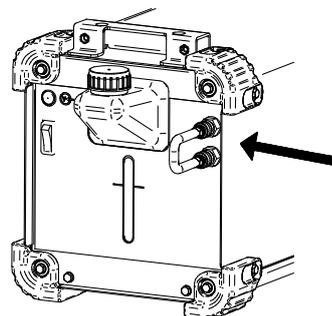

Figure 6.
- Branchez le flexible équipé d'un raccord rapide eau (ajouté à l'équipement) aux prises d'entrée et de sortie du refroidisseur (Figure 6).